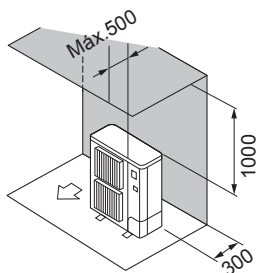

Fig. 2-4
- ② Obstáculos sólo en la parte trasera y superior (Fig. 2-4)